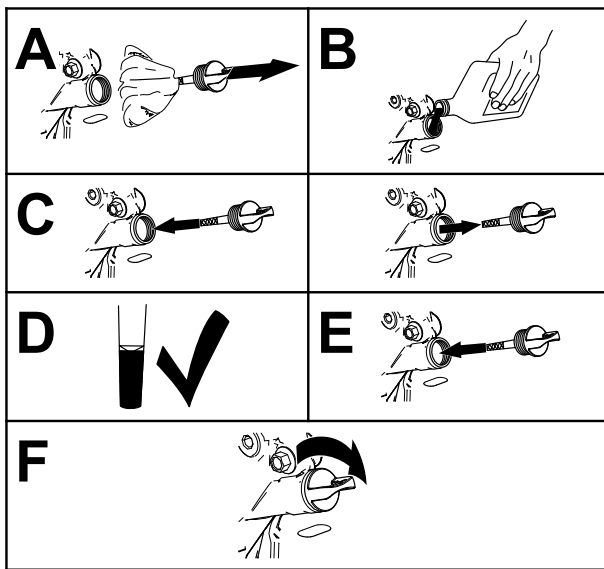

Bild 37
- Gießen Sie langsam ungefähr 80 % der angegebenen Ölsorte in den Einfüllstutzen und füllen Sie dann vorsichtig mehr Öl ein, um den Ölstand an die Voll-Markierung zu bringen (Bild 37).